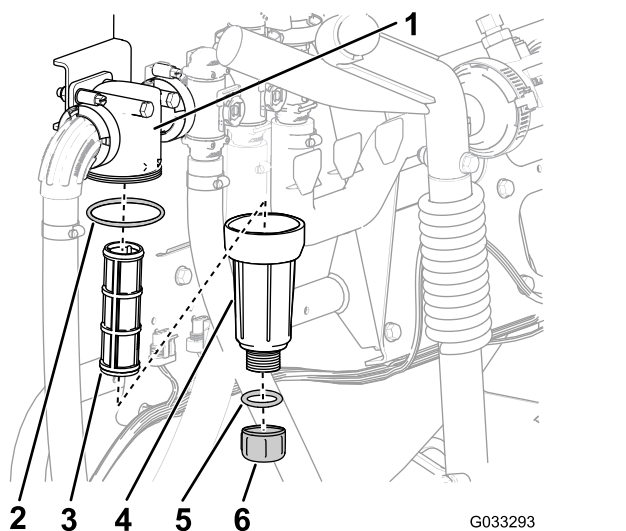

Рисунок 55
2. Поместите сливной поддон под фильтр линии нагнетания (Рисунок 55).
3. Поверните маслосливную пробку против часовой стрелки и снимите ее со стакана фильтра линии нагнетания (Рисунок 55).
4. Поверните стакан против часовой стрелки и снимите его с головки фильтра (Рисунок 55).
5. Извлеките старый элемент фильтра линии нагнетания (Рисунок 55).
6. Проверьте уплотнительное кольцо маслосливной пробки (расположенное внутри стакана) и уплотнительное кольцо стакана (расположенное внутри головки фильтра) на повреждения и износ (Рисунок 55).
7. Вставьте новый элемент фильтра линии нагнетания в головку фильтра (Рисунок 55).
8. Установите стакан на головку фильтра и затяните вручную (Рисунок 55).
9. Установите пробку в стакан и затяните ее от руки (Рисунок 55).